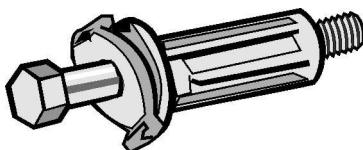

Figura 2
- Ubique los cuatro conjuntos de pernos de transporte enviados originalmente con la arandela (ver **Figura 2**)